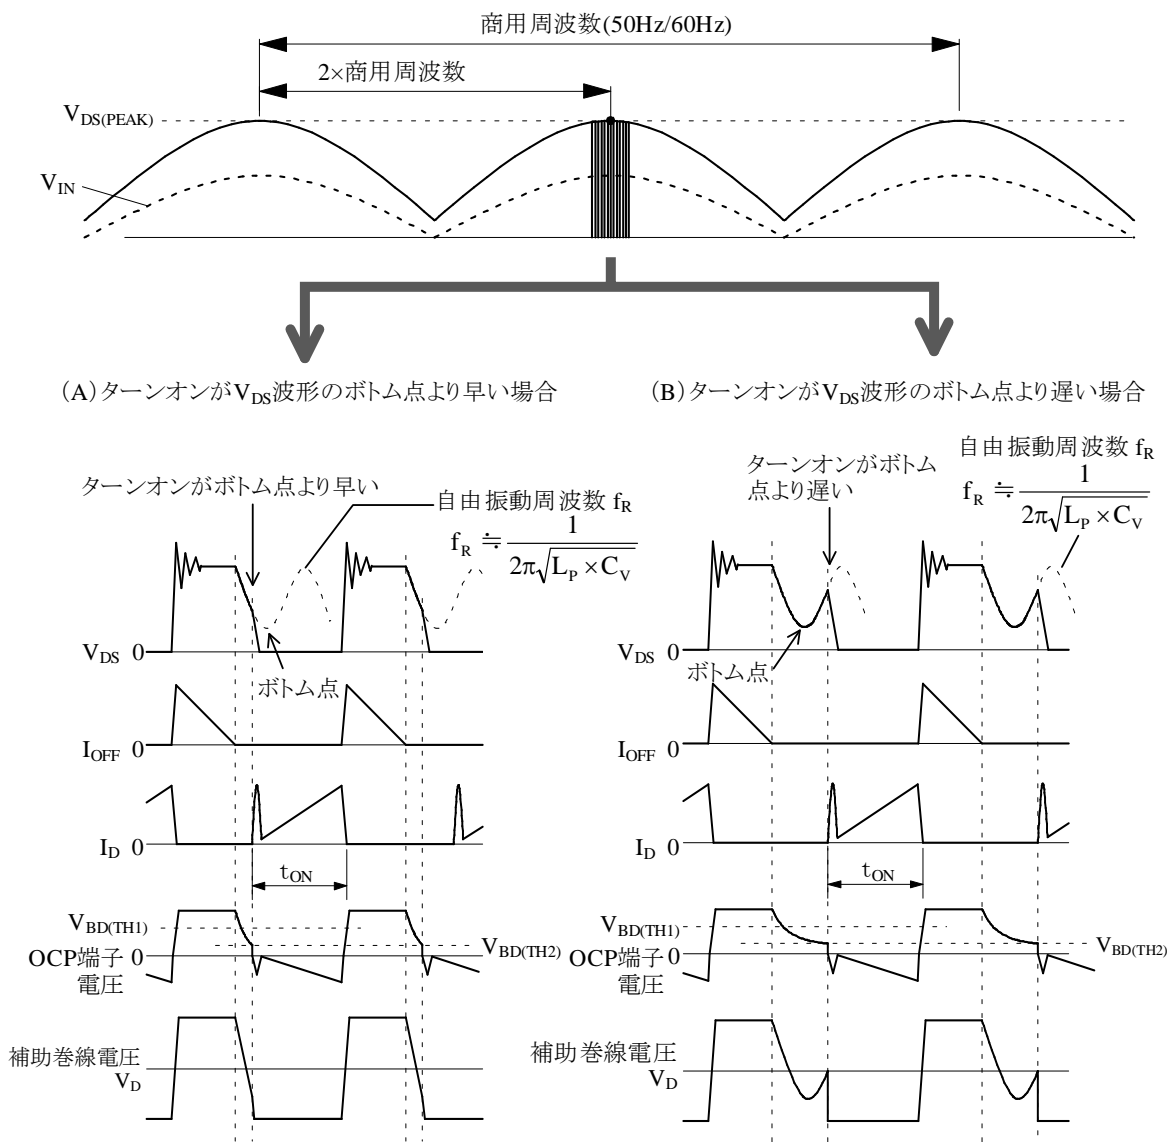

図 9-17 $V_{DS(PEAK)}$ 付近の波形
- $V_{DS(PEAK)}$ 部のターンオンが、ボトム点より早い場合 (図 9-17 (A)) :
- $V_{DS(PEAK)}$ 部のターンオンが、ボトム点より遅い場合 (図 9-17 (B)) :